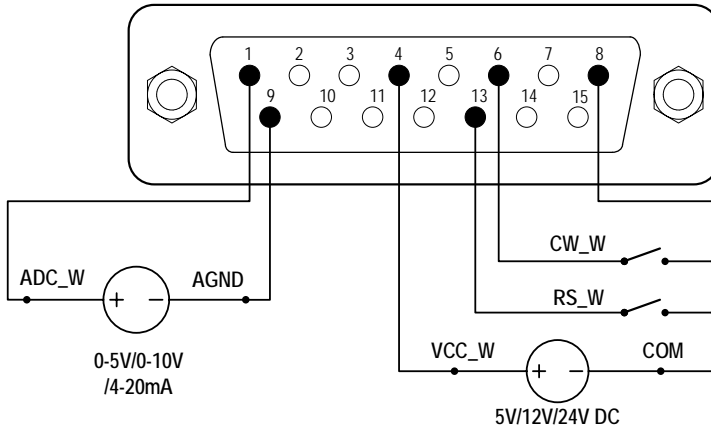

Abbildung 9. DB15-Verkabelung mit externer 12 V DC-Stromquelle
- 1) Schalten Sie den Strom ab. Verdrahten Sie den DB15-Stecker wie in Abbildung 9 oder Abbildung 10. Schließen Sie ihn an den DB15-Anschluss auf der Rückseite der Pumpe an.